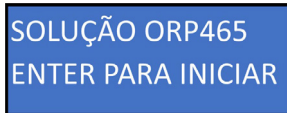

Figura 34
20. Utilize a tecla “direita” para alternar entre as 4 letras e a tecla “para cima” para trocar de letra. Após inserir a senha “BBBB”, basta clicar a tecla “OK” e em seguida o usuário será direcionado a uma nova tela, pressione novamente a tecla “OK” para iniciar a calibração (Figura 34) e aguarde 60 segundos.